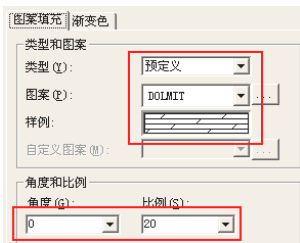
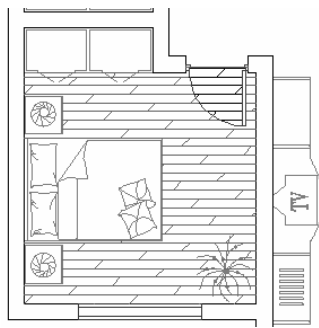
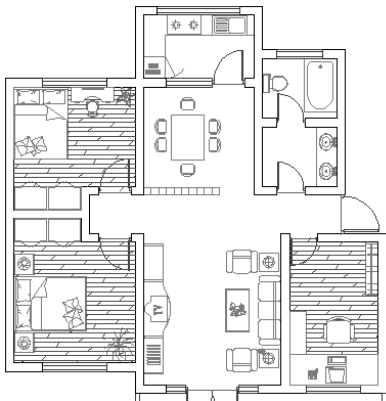

图 17.21 设置填充图案及填充参数
图 17.22 填充结果
图 17.23 填充图案
(4) 使用快捷键 H 激活【图案填充】命令，设置填充图案及填充参数如图 17.21 所示，为卧室填充如图 17.22 所示的地板图案。
(5) 重复【图案填充】命令，设置填充图案和填充参数如图 17.21 所示，为其他卧室和书房填充图案，填充结果如图 17.23 所示。